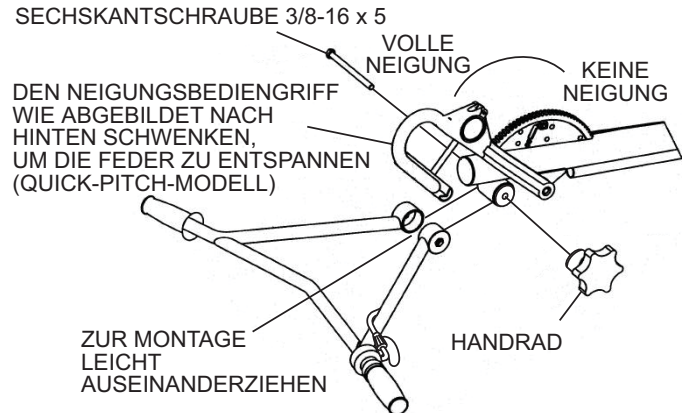

Abbildung 6. Montage der Lenkstange
2. Bei Quick-Pitch™-Modellen, den **T-Griff** nach hinten schwenken (volle Neigung) (Abbildung 6). Dadurch wird die Feder in der Führungsstange entlastet. Bei allen Modellen die Enden der Lenkstange so weit auseinanderziehen, dass die Zähne der Führungsstange eingreifen können. Die Handradeinheit anbringen, die Lenkstange in die gewünschte Position bringen und das Handrad fest anziehen.